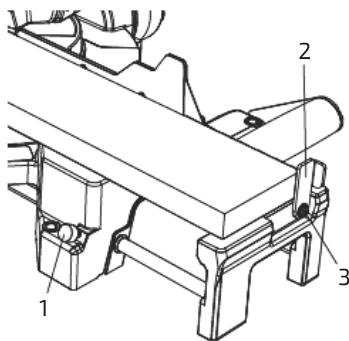

Рис. 27
1. Ослабить фиксирующую рукоятку расширителя (1). Сдвинуть расширяющее крыло в необходимое положение и затянуть фиксирующую рукоятку расширителя (1) (рис. 27).
2. Повернуть стопорную пластину (2) в вертикальное положение.
3. Если стопорная пластина (2) не поворачивается, ослабить стопорный винт (3) на 1/4 оборота при помощи отвертки и гаечного ключа 8 мм.